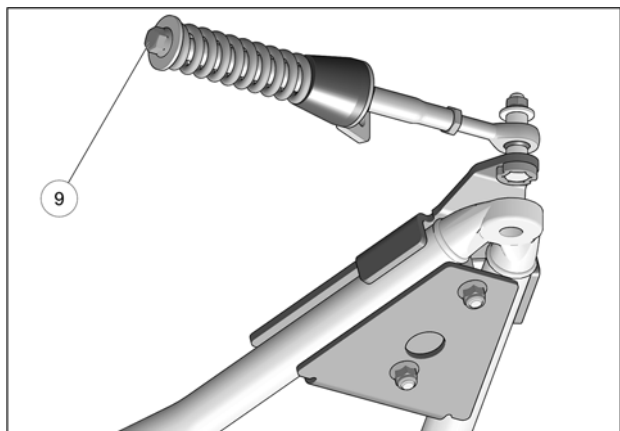

Fig. 30
13. Vérifier que le boulon du ressort (6) est serré au couple recommandé: 75 N•m [55 lb•pi]. Voir Fig. 30